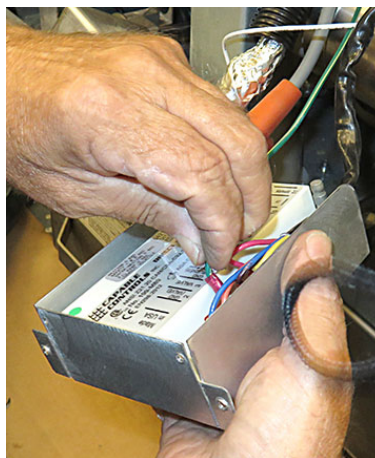

図16
20. 高電圧スパークワイヤ、白炎検知ワイヤ、および接地ワイヤを既存のモジュールから取り外します(図16を参照)。